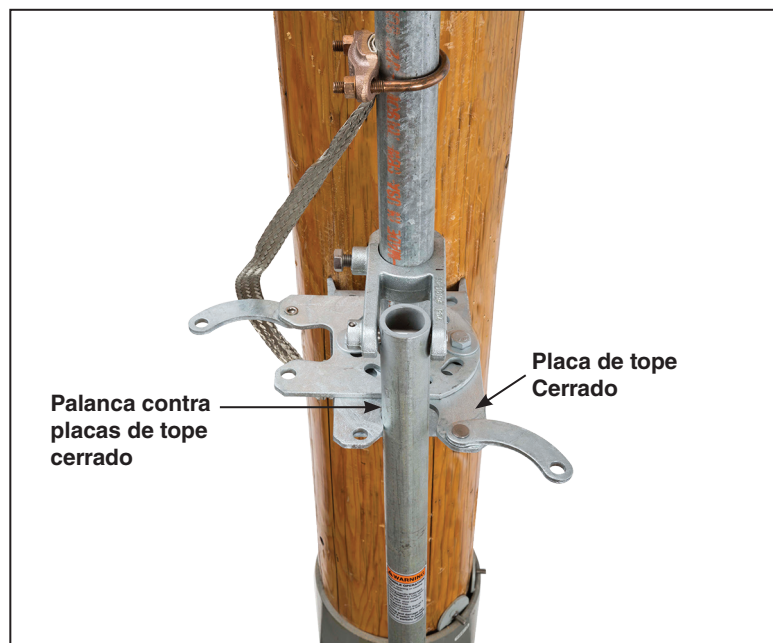

Figura 23. Ajuste de la placa de tope de la posición cerrado.
- (b) Los orificios de la placa de tope están ranurados para hacer espacio para el ajuste. Posicione la palanca de operación en la placa de tope y gire la palanca de operación a toda su carrera hasta donde llegue en la posición de **Cerrado**. (Al contrario de las manecillas del reloj es estándar en los interruptores que utilizan el mecanismo de operación giratorio). La palanca deberá ser apretada contra el borde de la placa de tope, como se muestra en la Figura 23 en la página 22. Marque la posición de la placa de tope de cerrado. Vea la Figura 24 (izquierda).